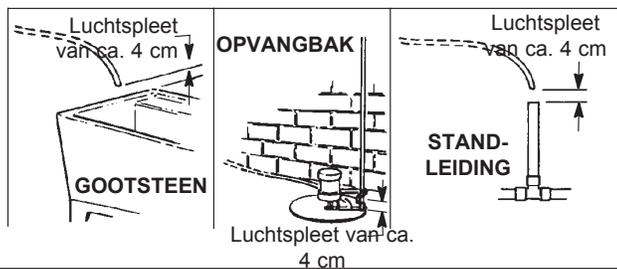

FIG. 5
- Plaats de bypassen in de "bypass"-positie. Bij een enkelvoudige klep schuift u de klepsteel naar binnen op BYPASS (zie fig. 5 op pagina 6). Draai bij een bypass met 3 kleppen, de in- en uitlaatkleppen dicht en draai de bypass open (zie fig. 4 op pagina 6).